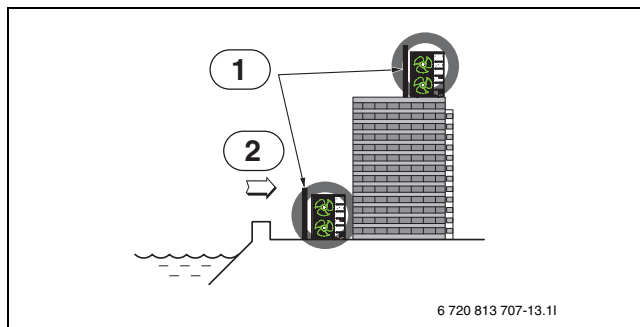

Рис. 14
- Если наружный блок устанавливается на стороне моря, то установите стенку для защиты от морского ветра (→ рис. 14).